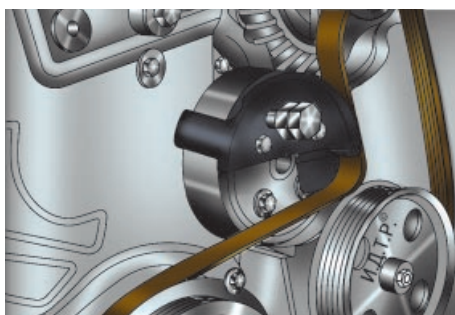

Рис. 5.15. Монтаж ремня привода вспомогательных агрегатов на шкив водяного насоса
10. Поворачивайте приспособление для монтажа ремня за установленный в нем болт по часовой стрелке (рис. 5.15) до момента установки ремня на шкив водяного насоса (в этот момент натяжение ремня ослабнет).